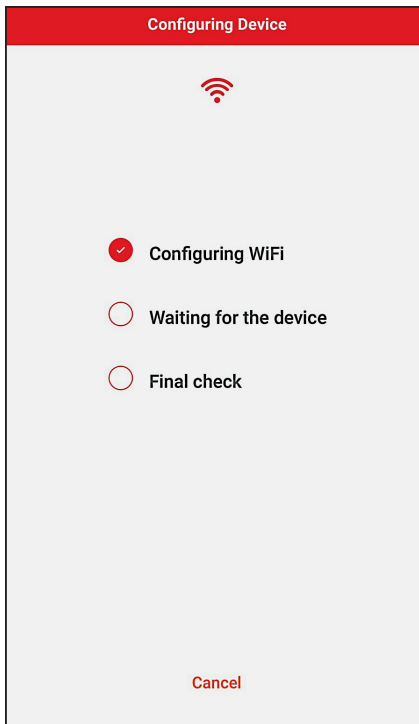

Figure 93. Configuration de l'appareil
6. L'application mobile Raymote transmettra les identifiants réseau Wi-Fi à votre appareil. Voir **Figure 93**.